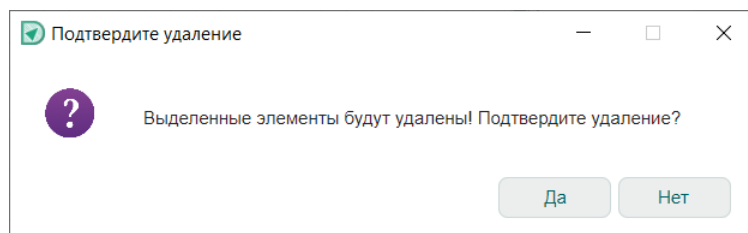

Рис. 303 Подтверждение операции удаления радиодетали
3. Подтвердите операцию удаления, см. Рис. 303.